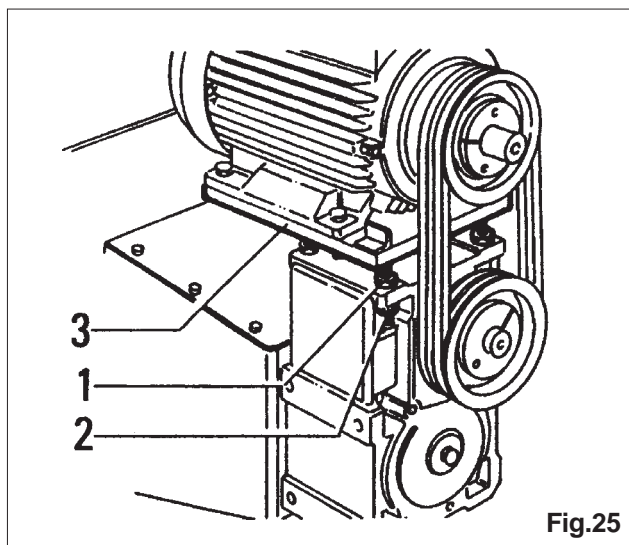

Fig.25
If you cannot do this, slacken off nuts (1) fig. 25 and tension the belt correctly with nuts (2).
Before tightening nuts (1) home, check the parallelism between motor support plate (3) and the gear reducer (fig. 25).
Andernfalls die Muttern (1) Abb. 25 lockern und die Riemen mit den Muttern (2) korrekt spannen.
Vor dem neuerlichen Anziehen der Muttern (1) die Parallelität zwischen der Motor-konsole (3) und dem Getriebe prüfen (Abb. 25).
Dans le cas contraire desserrer les écrous (1) fig. 25 et tendre la courroie en agissant sur les écrous (2).
Avant de bloquer les écrous (1) vérifier le parallélisme entre la plaque de support du moteur (3) et le réducteur (fig. 25).
In caso contrario allentare i dadi (1) fig. 25 ed eseguire il corretto tensionamento delle cinghie agendo sui dadi (2).
Prima di ribloccare i dadi (1) verificare il parallelismo tra la piastra di supporto motore (3) e il riduttore (fig. 25).